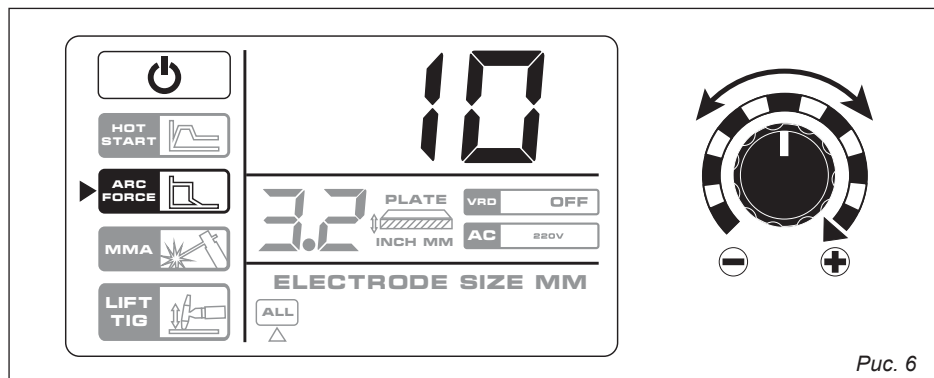

Рис. 6
- 10 — максимальное значение (рис. 6).